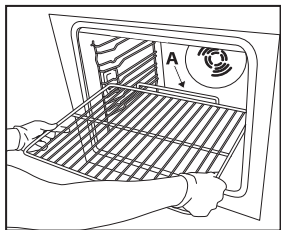

Fig. 1
1. Introduzca la parrilla en posición horizontal con la barra de tope "A" orientada hacia arriba (fig. 1).